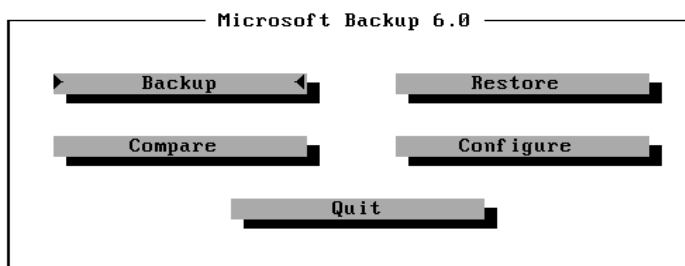

图 7-9 MSBACKUP 主屏幕
9) 选择 Save 并按回车后，完成 MSBACKUP 的初次启动设置，进入 MSBACKUP 的主屏幕，如图 7-9 所示。
此时可进入 MSBACKUP 主屏幕，如图 7-9 所示。